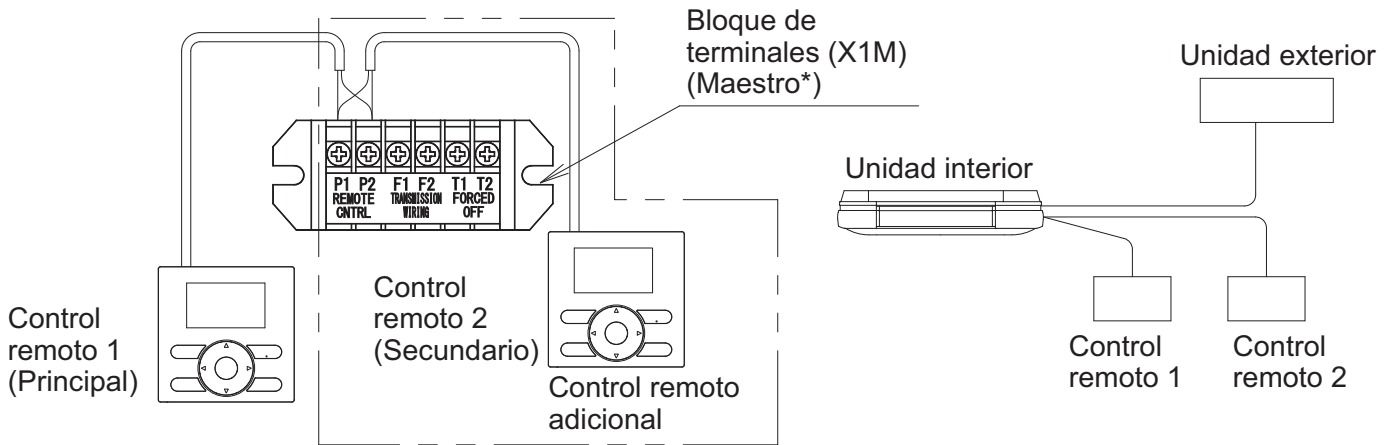

Fig. 46
- (1) Extraiga la tapa de la caja de control según lo indicado en "8-3 MÉTODO DE CONEXIÓN DEL CABLEADO".
- (2) Realice el cableado adicional desde el mando a distancia 2 (secundario) a los terminales (P1-P2) para el cableado del mando a distancia en el bloque de terminales (X1M) situado en la caja de control. (No hay polaridad.) **(Consulte la Fig. 46)**